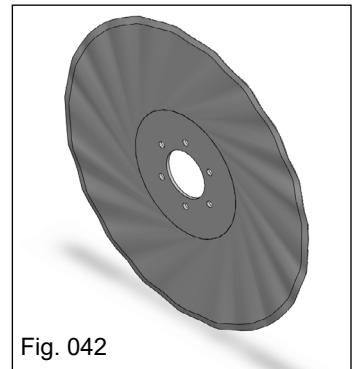

Fig. 042
c) Disco de corte turbo de 18", 20" e 22" (Fig. 042), para todo tipo de solo e proporciona o corte de palha e afasta levemente para evitar o embuchamento no sulcador.